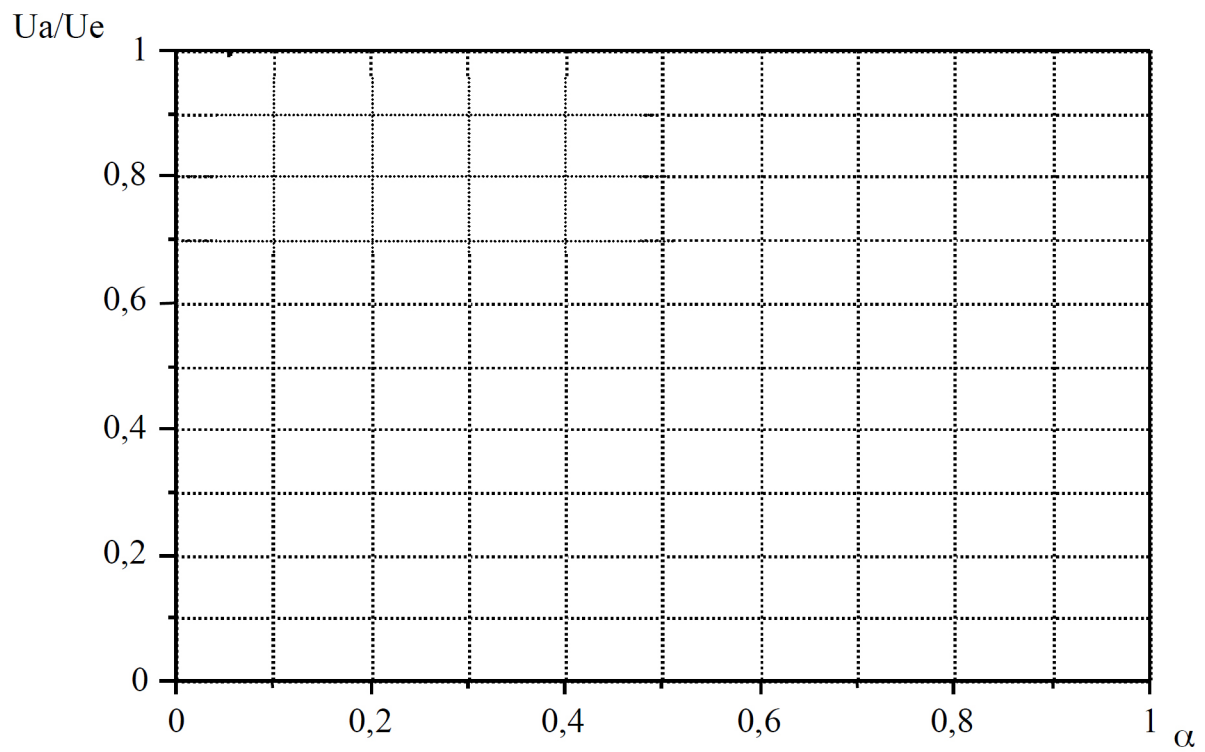

Abb. 4.2: Funktion  $U_a/U_e(\alpha)$
**Aufgabe 3:** Messen Sie für die angegebenen Teilverhältnisse  $\alpha$  jeweils  $U_a$  und tragen Sie die Ergebnisse  $U_a/U_e(\alpha)$  für die gemessenen Werte in die Tabelle (4.1) und das Diagramm (Abb. 4.2) ein.